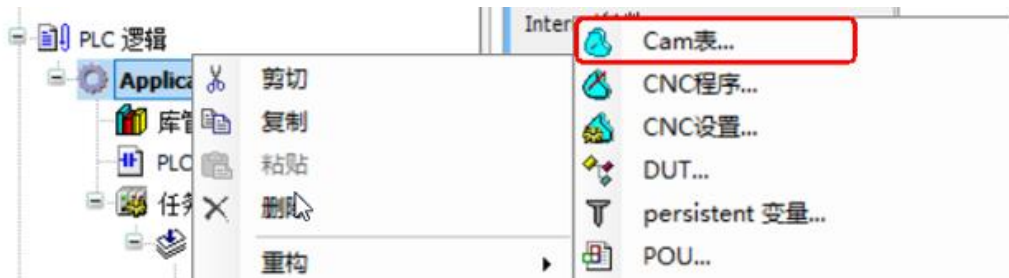

图 8.5 凸轮机构及其运动规律
2. 鼠标右键单击工程设备栏中的“Application”，选择“添加对象”-“cam 表”，如图 8.5 所示；命名为 Cam1，并打开凸轮表；